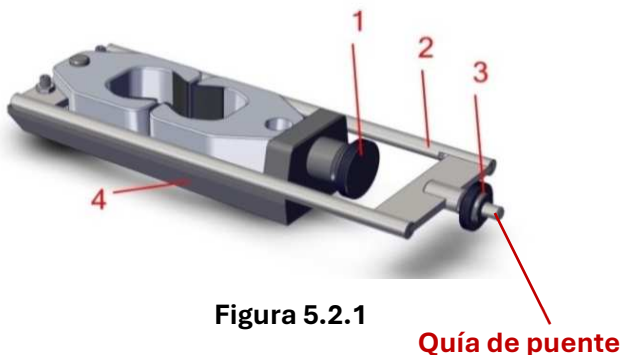
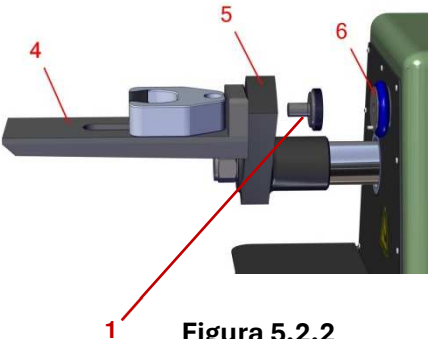
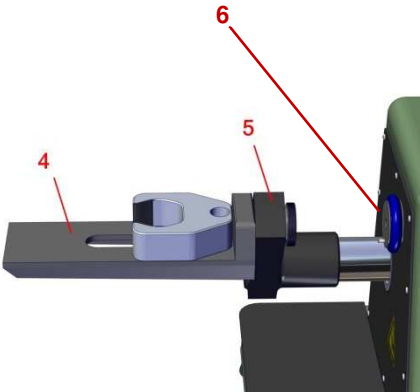
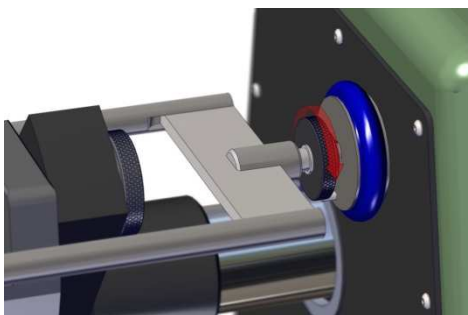

Figura 5.2.1
Figura 5.2.2
Figura 5.2.3
Figura 5.2.5
1. Quite el tornillo de conexión moleteado grande (Figura 5.2.1, Ítem 1) de la base del accesorio de tracción en frío (Figura 5.2.1, Ítem 4). Quite el puente extensible (Figura 5.2.1, Ítem 2) y el herramental izquierdo de mordaza de la base del accesorio de tensión.
2. Suavemente deslice el patrón roscado de la base del accesorio de tensión hacia el brazo movable porta mordaza (Figura 5.2.2, Ítem 5) de la Máquina Universal de Ensayos. Reemplace el tornillo roscado y ajuste manualmente para adjuntar la base del accesorio de tensión en frío al brazo movable porta mordaza (Figura 5.2.2 y Figura 5.2.3).
3. Coloque la mordaza de herramientas izquierda y el puente de tracción en la superficie superior de la base de accesorios de tracción. Deslice suavemente el pasador de puente (Figura 5.2.1) en el orificio ubicado en el centro del soporte de la abrazadera estacionaria (Figura 5.2.2, Artículo 6)
4. Ajuste la tuerca roscada del puente (Figura 5.2.1, Ítem 3) hasta que la superficie plana de la tuerca del puente quede frente al soporte estacionario de mordaza (Figura 5.2.2, Ítem 6) a aproximadamente 1/32" (.078 mm) de distancia desde la superficie del soporte estacionario de mordaza (vea la Figura 5.2.5).
(Vea la Figura 5.2.3 para la Descripción del Artículo)